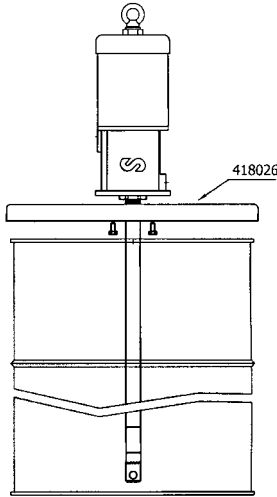

Fig. 2
- Mounting with reinforced cover (418026 for 185 Kg drum and 418025 for 50 Kg drum). Insert the pump through the cover and fasten it with the enclosed screws. Insert the pump through the bung opening and fasten the cover onto the drum firmly (See figure 2).
- Montage avec couvercle renforcé (418026 sur fût de 185 Kg et 418025 sur tonnelet de 50 Kg). Introduire la pompe par le couvercle et la fixer à l'aide des vis fournies. Fixer fermement le couvercle sur le fût/ tonnelet (voir figure2).